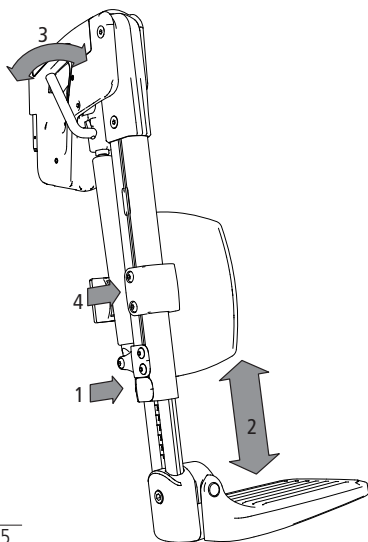

fig. 35
1. Løsn unbrakoskruen på bagsiden (1, fig. 35).
2. Nu kan benstøttens underdel indstilles i højden (2, fig. 35). Når du har valgt den ønskede indstilling, spændes justeringsskruen igen.
3. For at ændre vinklen på benstøtten, trækkes eller trykkes på håndtaget (3, fig. 35). Vinklen kan indstilles trinløst vha. en fjederknop.
4. Ved at løsne justeringsskruerne (4, fig. 35) på polstringen, kan lægpuderne indstilles i højden.